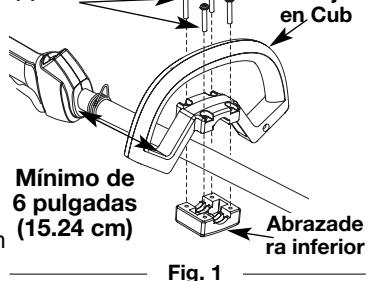

Fig. 2
- Mientras sostiene la unidad en posición de funcionamiento (Fig. 2), mueva la manija Cub a la ubicación que proporciona el mejor agarre.